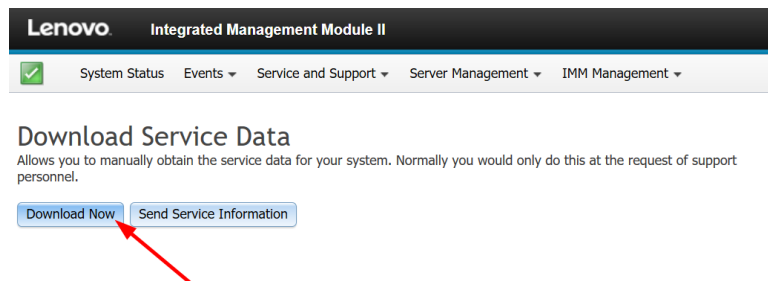

图 9: Integrated Management Module 下载服务数据
3. 单击 Download Now 按钮，如图 9 所示；